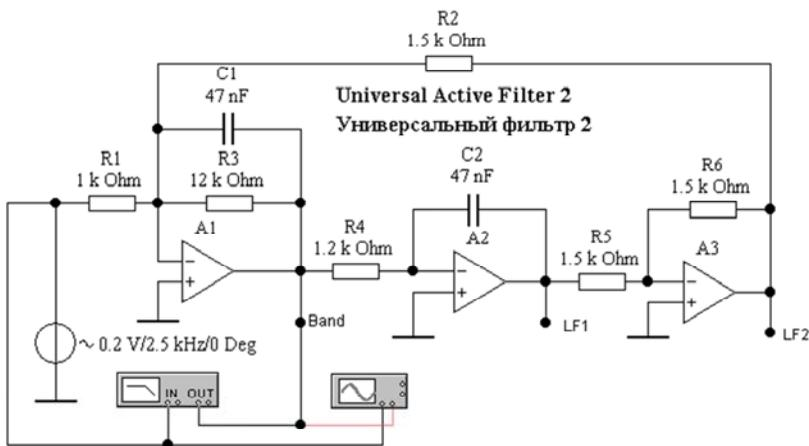

Рис. 9.7. Универсальный фильтр 2 (файл **banda6.ewb**)
8. Исследовать универсальный фильтр 2 (файл **banda6.ewb**, рис. 9.7).